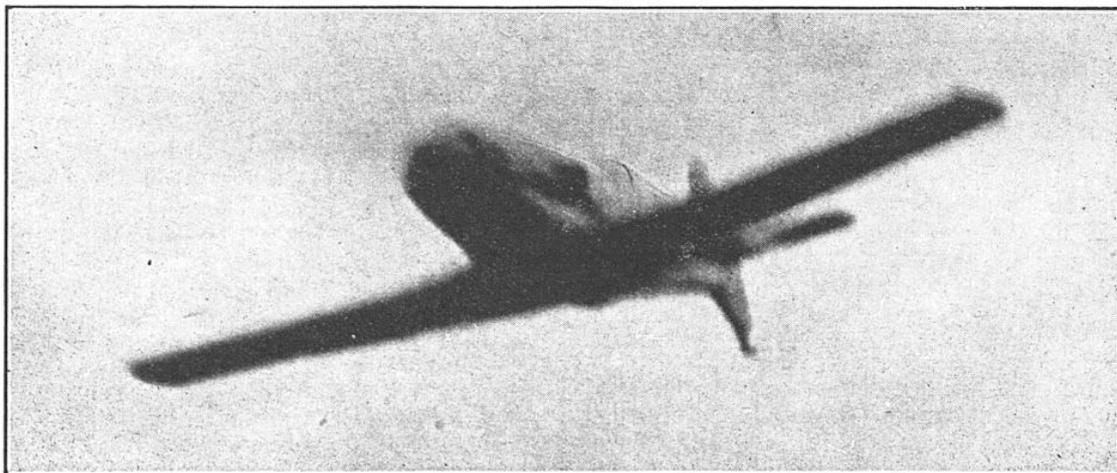

FIG. 4. — L'AVION DE RECORD « MESSERSCHMITT Bf 113 R »
En ce qui concerne l'avion de record, la seule photographie publiée jusqu'ici, celle que nous reproduisons figure 4, laisse apercevoir un avant plus renflé que celui de l'appareil de série, comme dans le cas du He 112 U ; un empennage vertical cruciforme, rappelant celui des hydravions italiens de la Coupe Schneider (1) et portant une roue de queue à sa partie basse.
(1) Voir *La Science et la Vie*, n° 212, page 92.